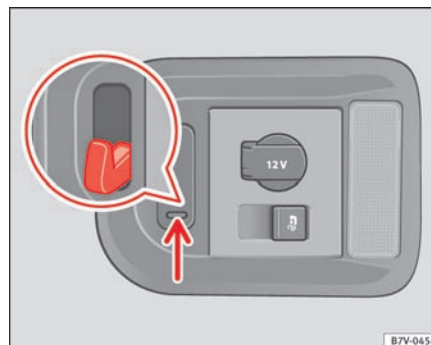

Fig. 99 I bagagerummet: taskekrog
I højre side af bagagerummet kan der sidde en taskekrog, der kan klappes ned ⇒ Fig. 99, og som du kan hænge lette indkøbsposer på.
- Tryk nederst på taskekrogen ⇒ Fig. 99 (pil), og klap den ud.